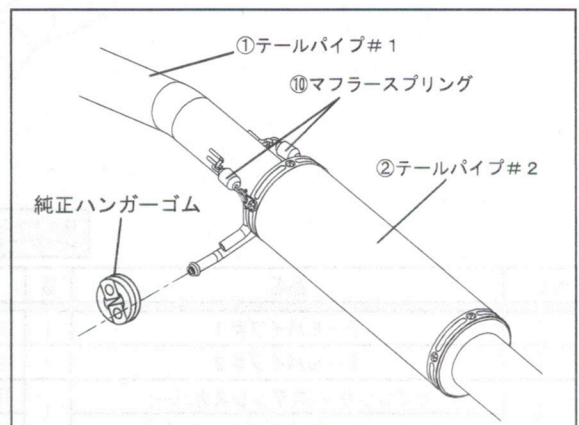

FIG. 2
6. ①テールパイプ#1に②テールパイプ#2を取り付け、⑩マフラスプリングをスプリング取付工具を使用して取り付けして下さい。(FIG. 2参照)
7. ②テールパイプ#2のハンガーを車両のハンガーゴムに通して下さい。(FIG. 2参照)